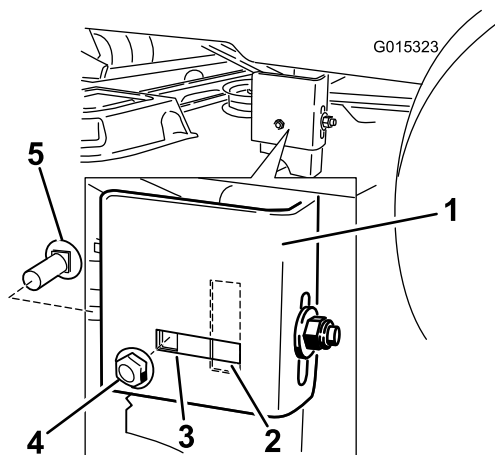

Figura 61
- Spostatevi sul lato sinistro della macchina. Rimuovete il bullone a testa tonda e i dado di bloccaggio laterali dalla posizione fissa e installateli nella scanalatura posteriore (Figura 61).